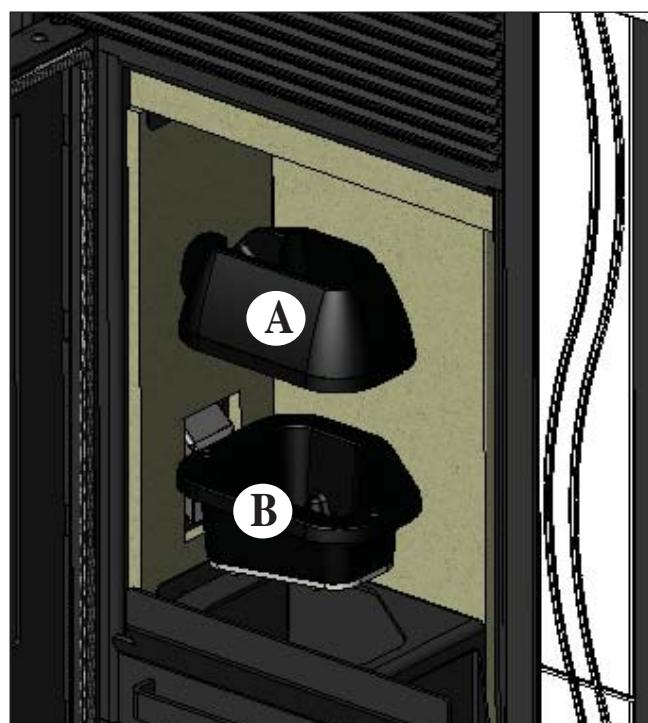

Abb. 1
Kommt es nach der normalen Reinigung zu einem **FEHLERHAFTEN Zusammenbau des oberen Tiegels (A) (Abb. 1)** mit dem unteren Tiegel (B) (Abb. 1) kann dies den korrekten Betrieb des Ofens beeinträchtigen.